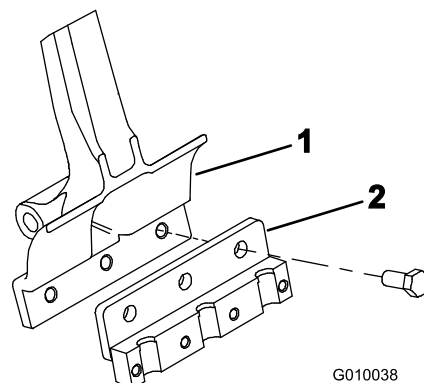

Bild 22
3. Befestigen Sie einen Tines-Halter mit drei Schrauben ($\frac{1}{2}$ " x $1\frac{1}{4}$ ") an jedem Tines-Arm (Bild 22). Ziehen Sie die Schrauben mit 101,6 N m an.